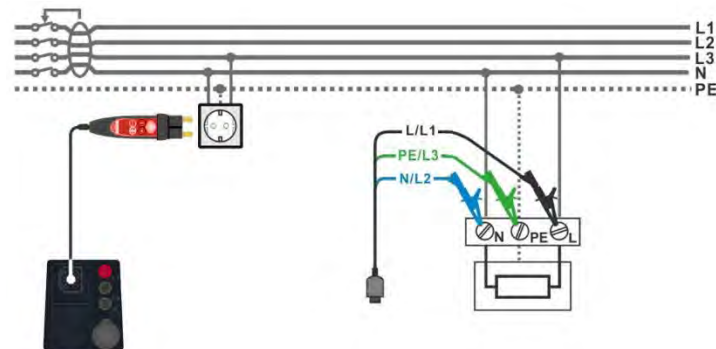

Abbildung 7.25: Anschluss des Commander-Prüfsteckers und der 3-Leiter-Prüfleitung
- › Schließen Sie die 3-Leiter-Prüfleitung oder den Commander-Prüfstecker am Prüfobjekt an, siehe **Abbildung 7.25**.
- › Schließen Sie die 3-Leiter-Leitung oder den Commander Prüfstecker am Prüfobjekt an, siehe **Abbildung 7.25**.
- Schließen Sie die 3-Leiter-Prüfleitung oder den Commander-Prüfstecker am Prüfobjekt an, siehe **Abbildung 7.25**
- Wählen Sie die Funktion RCD Auto im Menü RCD. - Stellen Sie die Prüfparameter / Grenzwerte ein. - Schließen Sie die Prüflleitungen am Prüfgerät an. - Schließen Sie die 3-Leiter-Prüflleitung oder den Commander Prüfstecker am Prüfobjekt an, siehe Abbildung 7.25. - Starten Sie die Messung.	Start Prüfung